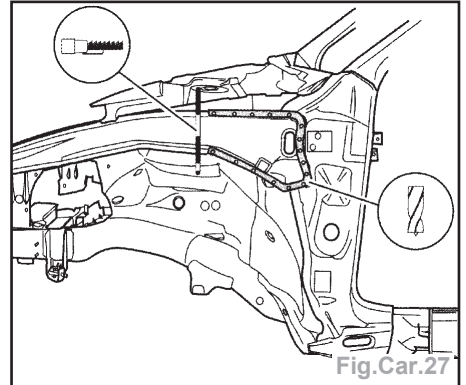

Fig.Car.27
- Couper le longeron supérieur de passage de roue sur la zone indiquée sur la figure, avec une scie alternative (Fig.Car.27).